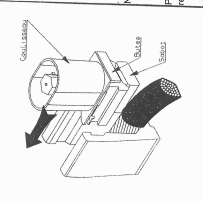

Figure 3
- Placer les conducteurs au fond des étières, dans l'ordre suivant : Neutre, PH1, PH2, PH3 (fig. 3).